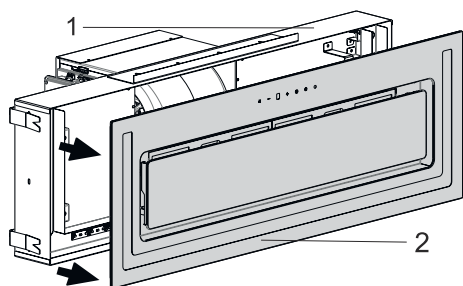

Fig. 12
4. → Adskild nu glaspanelet fra emhætten. (Fig. 12)